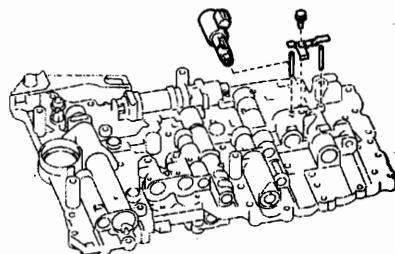

图 12-1-159
(3) 如图 12-1-159 所示, 拆下螺栓、两个直销和电磁阀锁片, 拆下换挡电磁阀 SLU。
- (6) 如图 12-1-159 所示, 安装换挡电磁阀 SLU, 安装螺栓、两个直销和电磁阀锁片。螺栓的拧紧力矩为 6.4N·m。